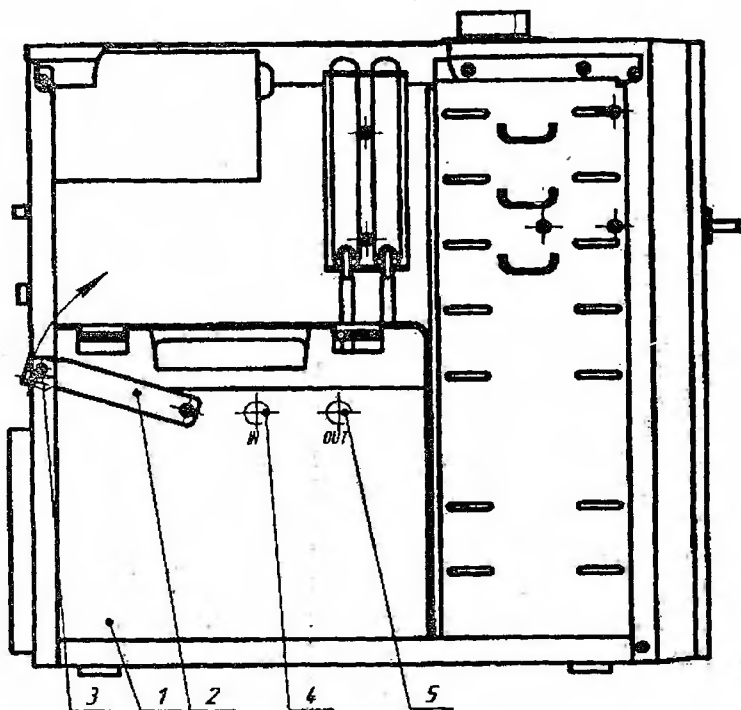

Рис. 5
8.2. Замена сменной кассеты фильтров (поз. 1 рис. 5) производится по мере необходимости если проводимость очищенной воды не достигает указанных в паспорте прибора значений при 3-4-кратном пропускании этой воды через прибор. Сменная кассета рассчитана на очистку примерно 700 л дистиллированной воды.
8.3.2. Вывернуть крепежный винт (поз.3,рис.5) и освободить кассету (поз.1,рис.5), повернув фиксирующую планку (поз.2,рис.5) по направлению стрелки, указанной на рис.5.
8.3.3. Вынуть кассету (поз.1 рис.5).